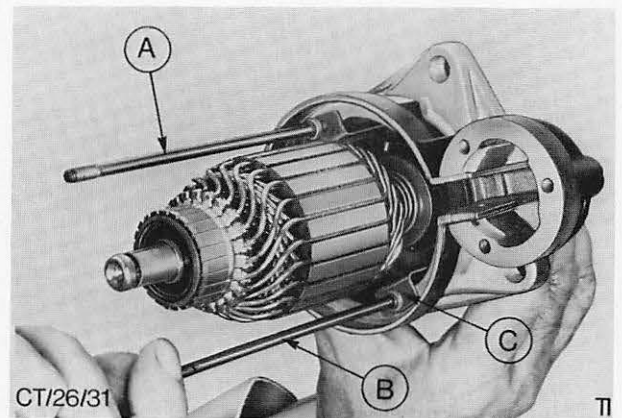

Abb. 73 A/B = Gewindestifte
15. Bei Anlassern mit Gewindestiften anstelle von Schrauben zur Befestigung der Einzelteile Freilaufanschlag ausrichten und Gewindestifte durch dessen Bohrungen in das Lagerschild eindrehen, Abb. 73.